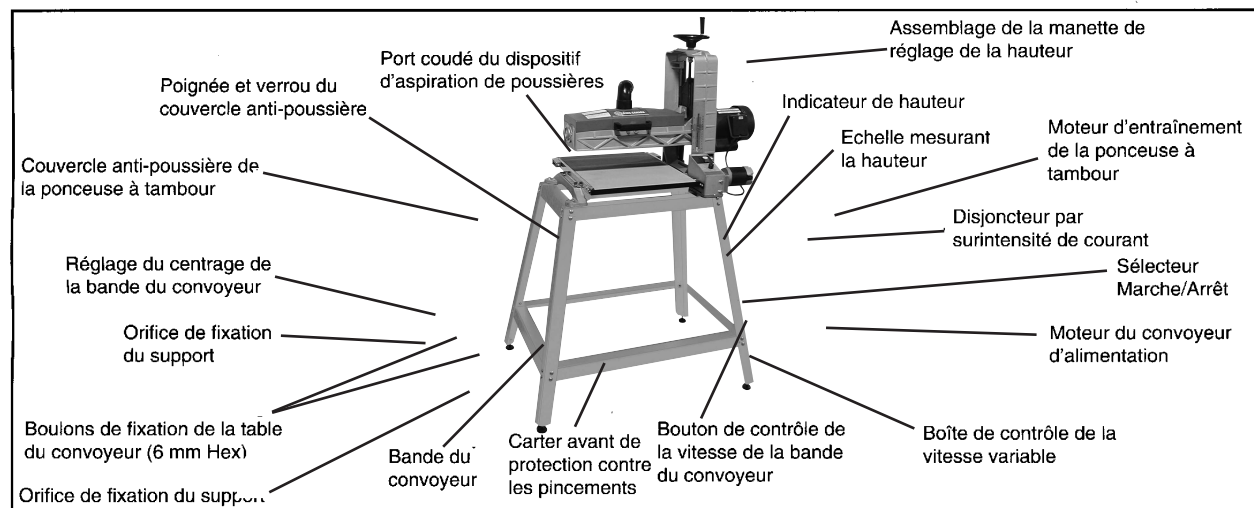

Figure 2
17. **NE JAMAIS METTRE LES DOIGTS** dans l'orifice anti-poussière ou sous le couvercle anti-poussière du tambour (voir figure 2).
Avant de brancher le cordon électrique et de mettre l'outil en route, il convient de se familiariser avec les composants et caractéristiques suivants de la ponceuse à tambour large, à l'aide des figures 2, 3, et 4.
Vous pouvez relever le niveau du tambour en tournant le bouton de contrôle de niveau (voir figure 2) dans le sens des aiguilles d'une montre. Pour abaisser le tambour, tournez le bouton de contrôle de niveau dans le sens contraire aux aiguilles d'une montre. + de tour entraîne une variation de niveau d'environ 1/64". Un tour complet correspond à une variation de 1/16". Vous pouvez mesurer le réglage de la profondeur à l'aide de la règle de l'indication de la profondeur située sur le côté droit du boîtier du tambour.
5. Changez le sens d'alimentation du bloc au cours des passes successives, tout en réglant la profondeur de coupe à l'aide de la poignée de réglage de niveau (voir figure 2). Plusieurs variables déterminent la profondeur de coupe sélectionnée, notamment, le type de grains abrasifs utilisés, l'épaisseur du bloc, la dureté du bloc, la vitesse d'alimentation et le taux d'humidité contenu dans le bloc.